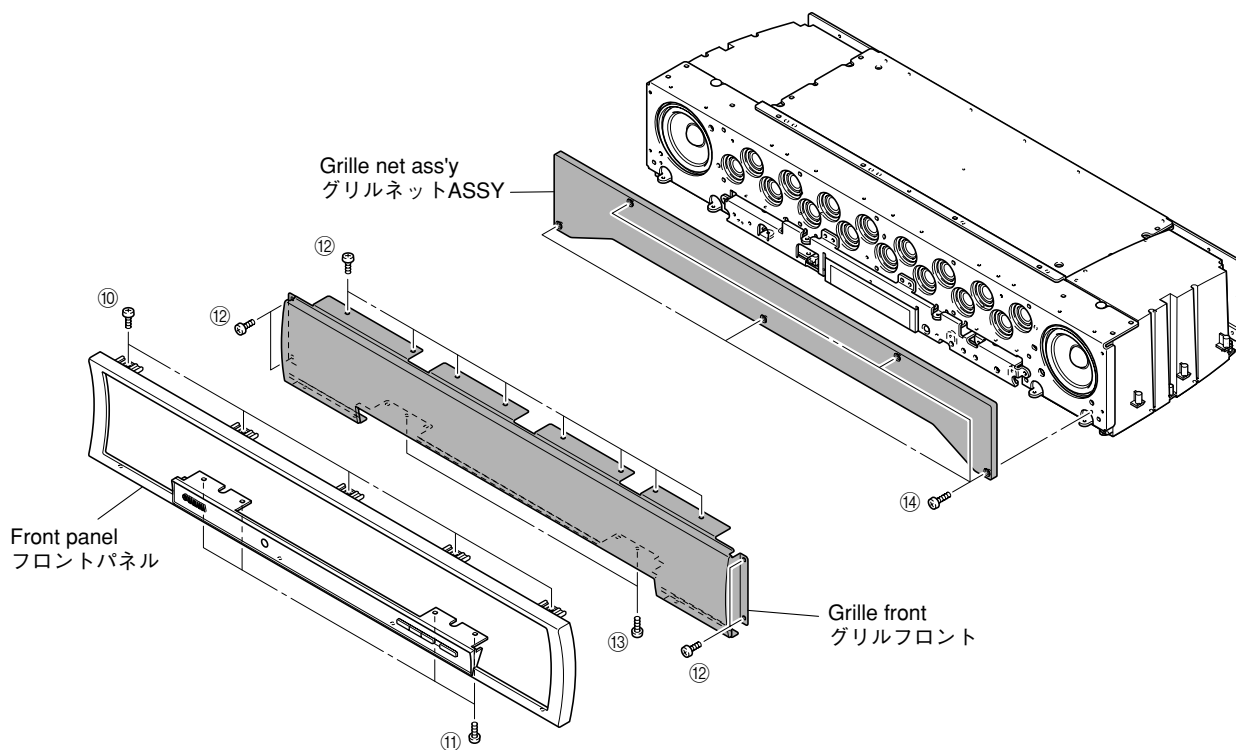

Fig. 11
- Remove 5 screws (⑩) and 4 screws (⑪). (Fig. 11)
- Remove the front panel forward gradually. (Fig. 11)
- Remove 12 screws (⑫) and 2 screws (⑬). (Fig. 11)
- Remove the grille front. (Fig. 11)
- Remove 5 screws (⑭) and then remove the grille net ass'y. (Fig. 11)
- ⑩のネジ5本、⑪のネジ4本を外します。(Fig. 11)
- フロントパネルを前方にゆっくり取り外します。(Fig. 11)
- ⑫のネジ12本、⑬のネジ2本を取り外します。(Fig. 11)
- グリルフロントを前方へ取り外します。(Fig. 11)
- ⑭のネジ5本を外し、グリルネットASSYを取り外します。(Fig. 11)